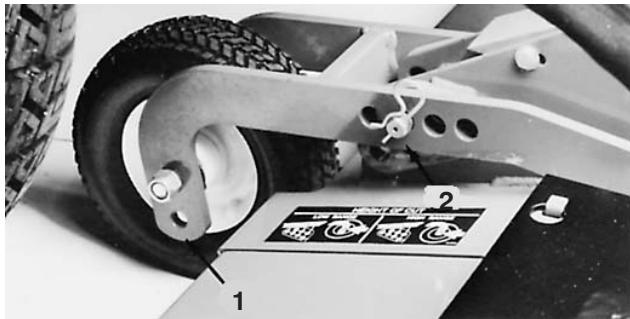

Bild 72
1. Stellen Sie das Mähwerk auf die höchste Schnithöhe ein. Setzen Sie die Laufradachsen in die unteren Laufradbellenlöcher (Bild 72 und 73). Wenn Sie das vordere Mähwerk prüfen, setzen Sie die Splints der beiden hinteren Laufräder auf die höchste Schnithöheinstellung (Bild 72). Verlagern Sie an den vorderen Laufrädern alle Laufraddistanzstücke zur Unterseite der Laufradarms (Bild 72). Wenn Sie die Flügelmähwerke prüfen, verlagern Sie alle Distanzstücke der Laufradwelle zur Unterseite der Laufradarms und setzen Sie die Laufradachsen in die unteren Laufradbellenlöcher.